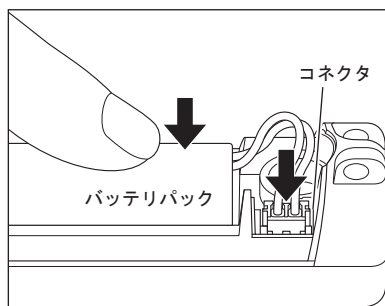

図 14
- 7) ラベルの指示に従い、コネクタを向きを合わせてしっかりと挿し込みます。(図 14)
8) バッテリーパックをモータハンドピースに装着します。(図 14)